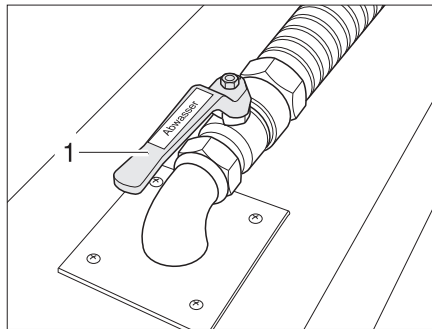

Bild 249 Abwasserhahn
Der Abwasserhahn (Bild 249,1) ist im Doppelboden angebracht. Der Abwasserhahn ist schwarz und durch den Schriftzug "Abwasser" gekennzeichnet.
- Abwasserhahn (Bild 249,2) öffnen. Das Abwasser läuft ab.